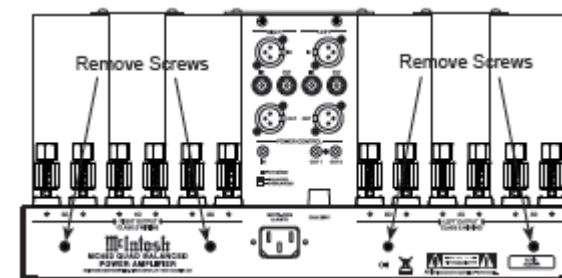

Figure 1
5. Используя подходящий инструмент, отверните и снимите четыре винта, и сохраните их в надежном месте. Смотрите рисунок 1.